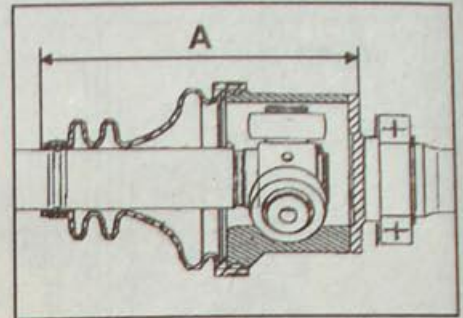

Рис. 8.9. Измерение расстояния между торцом корпуса шарнира и концом защитного чехла:
- Переместите корпус шарнира по валу так, чтобы получить размер $A = 156 \pm 1$ мм между участком наибольшего диаметра обработанной поверхности корпуса шарнира и концом защитного чехла (рис. 8.9).
- Переместите корпус шарнира по валу так, чтобы получить размер $A = 156 \pm 1$ мм между концом чехла и участком наибольшего диаметра обработанной поверхности корпуса шарнира (рис. 8.9).